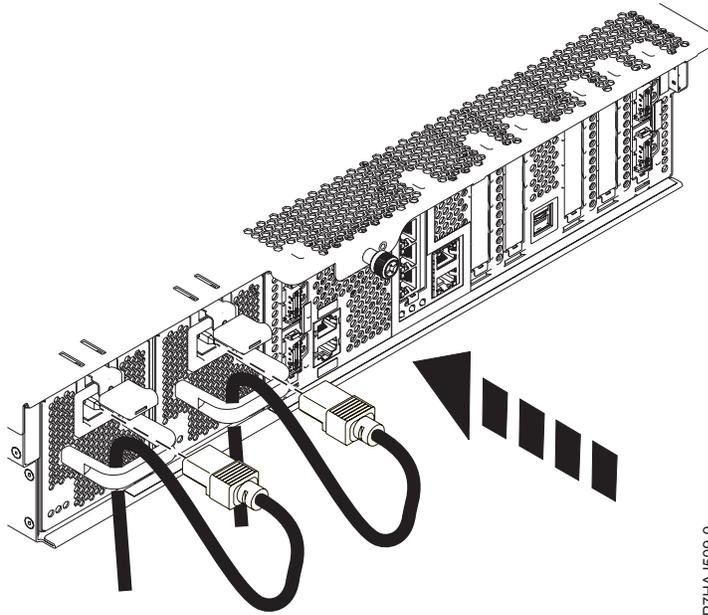

Figure 2. Acheminement du câble d'alimentation
6. Faites passer le câble d'alimentation dans le passe-câbles à l'arrière de l'alimentation électrique, comme indiqué à la figure 2, à la page 3.